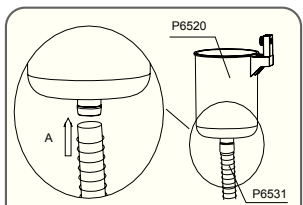

Fig. 3 / Abb. 3 / Kuva. 3 / EIK. 3 / Pnc. 3 / Rys. 3 / 3. Ábra
1. Ligue a mangueira (P6531) na base do corpo do skimmer (P6520). (Veja Fig. 3)
1. Conecte la manguera (P6531) a la parte inferior del cuerpo del skimmer (P6520). (Veja Fig. 3)
1. Schließen Sie den Schlauch (P6531) am Boden des Skimmergehäuses (P6520) an. (Siehe Abb. 3)
1. Sluit de slang (P6531) aan op de onderkant van de skimmer (P6520). (Zie Fig. 3)
1. Collegare il tubo flessibile (P6531) alla parte inferiore del corpo dello skimmer (P6520). (Vedere Fig. 3)
1. Fixez le tuyau (P6531) au fond du corps du dépollueur (P6520). (Voir Fig. 3)
1. Подсоедините шланг (P6531) к нижней части корпуса скиммера (P6520). (См. Рис. 3)
1. Podłącz węz (P6531) do spodu korpusu skimmera (P6520). (Patrz Rys. 3)
1. Koppla slang (P6531) till skimmers undersida (P6520). (Se Fig. 3)